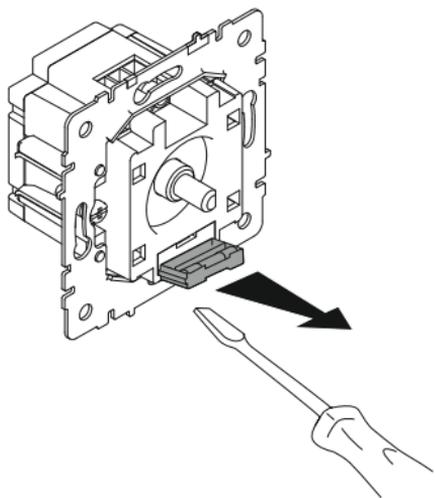

Рисунок 4 – Замена предохранителя
Монтаж диммера выполнять в следующей последовательности: снять рукоятку (1) и лицевую панель (2); для монтажа в монтажную коробку (5) обеспечить минимальное расхождение распорных лапок диммера (4) путём выкручивания двух винтов, крепящих распорные лапки. Старайтесь не выводить винты из зацепления с гайкой; присоединить подготовленные к монтажу электрические провода к винтовым зажимам диммера (4); проверить правильность соединения проводов согласно схеме, приведенной на рисунке 1 или 2; установить механизм в монтажную коробку (приобретается отдельно); зафиксировать механизм диммера (4) в монтажной коробке; установить декоративную рамку (приобретается отдельно); установить лицевую панель (2) и рукоятку (1); подать напряжение питания. Пример монтажа диммера приведен на рисунке 3. При нарушении работоспособности диммера, отключите питание, извлеките предохранитель (рисунок 4) и проверьте его исправность. При необходимости замените предохранитель, предварительно устранив причину срабатывания защиты (короткое замыкание в цепи нагрузки или перегрузка).